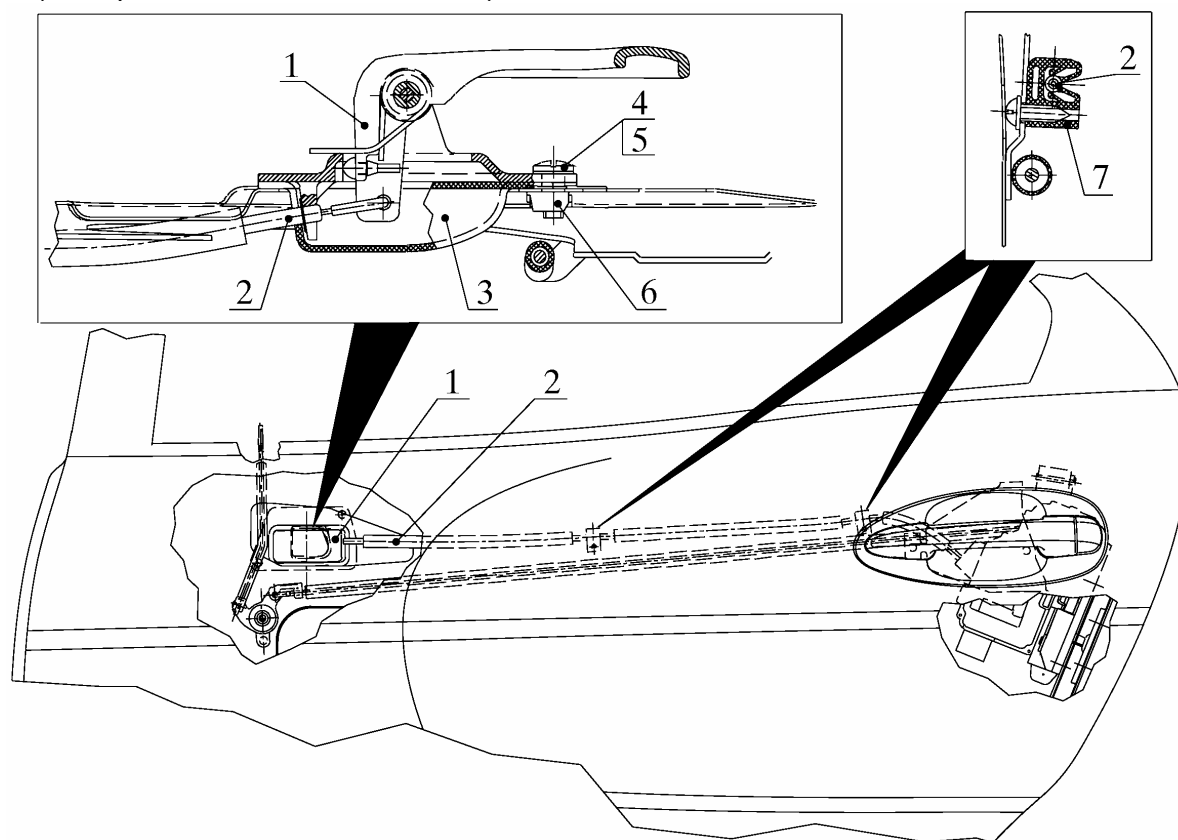

Рис. 19. Снятие привода внутреннего задней двери:
5.1.2. Высвободить тягу 2 (рис. 19) внутреннего привода 1 задней двери из двух скоб 7 её крепления.